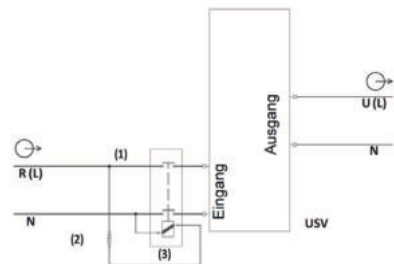

Abb.9: Anschlusspläne „Backfeed Protection“
- Schließen Sie die Versorgungskabel an die Eingangsklemmen an. Beachten Sie dabei die Reihenfolge der Phase (R) und des Neutraleiters (N) wie auf der Kennzeichnung des Geräts und diesem Handbuch angegeben. Achten Sie besonders beim Anschließen der Versorgungskabel auf die Eingangsklemmen und drehen Sie den Anschluss dieser am Ausgang nicht um oder umgekehrt. Die Nichteinhaltung dieser Anweisung kann zu Störungen führen. Sollte es zwischen der Gerätekennzeichnung und den Anweisungen in diesem Handbuch zu Abweichungen kommen, dann gilt immer die Gerätekennzeichnung.
- Gemäß der Sicherheitsnorm EN IEC 62040-1 muss die Installation über ein automatisches Rückspeiseschutzsystem „Back Feed Protection“ verfügen. Beispielsweise einen Schutz, der unter allen Umständen das Auftreten gefährlicher Spannung oder Energie in der Eingangsleitung der USV bei einem Netzausfall verhindert (siehe Abb. 9). Diese Norm gilt sowohl für einzelne Anlagen als auch für parallele Systeme.
Abb. 9 zeigt: